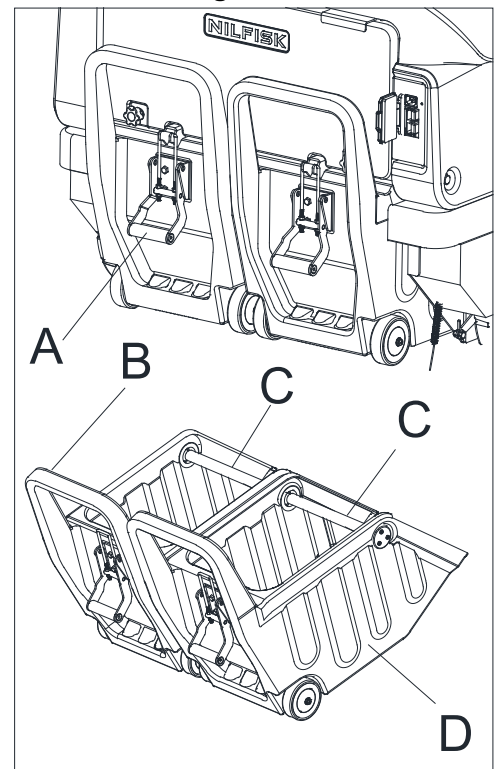

Figure 11
6. La trémie (D, figure 11) doit être vidée après chaque cycle de travail et lorsqu'elle est pleine (voir section suivante).
3. Libérer le loquet (A, figure 11) en tirant sur son extrémité inférieure.
4. Retirer la trémie en la dégageant des guides intérieurs avec la poignée (B, figure 11).
5. Éliminer tous les débris dans des conteneurs spéciaux. Afin de faciliter le déchargement, il y a une boîte intérieure avec une poignée (C, figure 11) à l'intérieur de la trémie.
6. Installer la trémie (D, figure 11) et l'engager dans les guides intérieurs.
7. Serrer le loquet (A, figure 11). La machine est maintenant prête à recommencer le nettoyage.
3. Vider la trémie (D, figure 11) (voir les étapes à la section précédente).